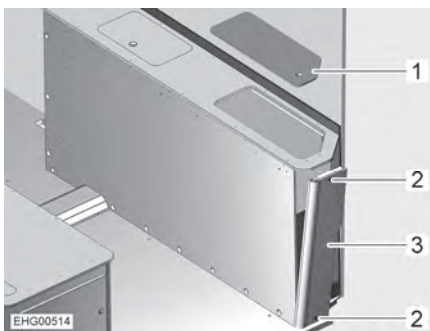

Bild 121 Sänglåda höger
- Ta av servicelucka (Bild 121,1).
- Skruva ur 2 skruvar (Bild 121,2).
- Ta tag i sänglådan uppifrån och tryck sidoplåten (Bild 121,3) lätt utåt.